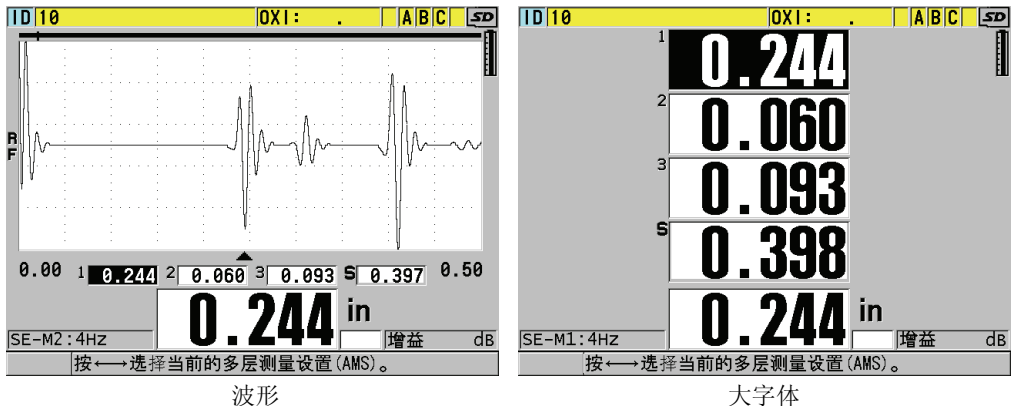

图 7-8 显示三个层厚度及厚度总和的多层测量显示模式
- d) 将**显示模式**设为（参见第 89 页的图 7-8）：
- c) 将**显示模式**设为**波形或大字体** (参见第 89 页的图 7-8)。